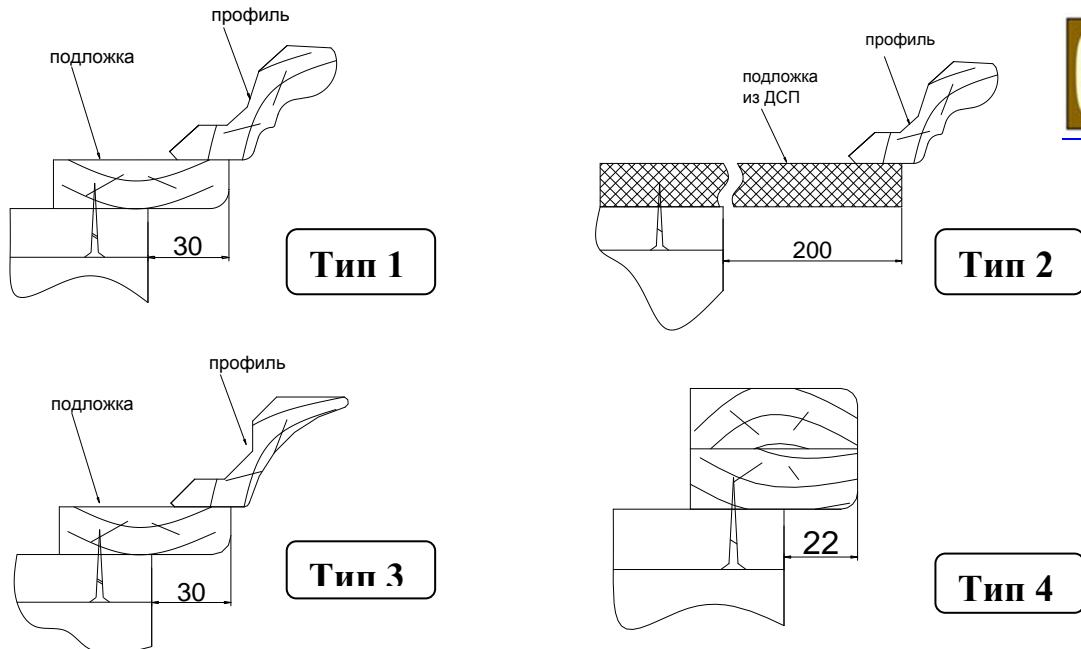

Рис. 18
- выставить соответствующее нависание карниза относительно лицевых кромок корпуса шкафов (Рис. 18);